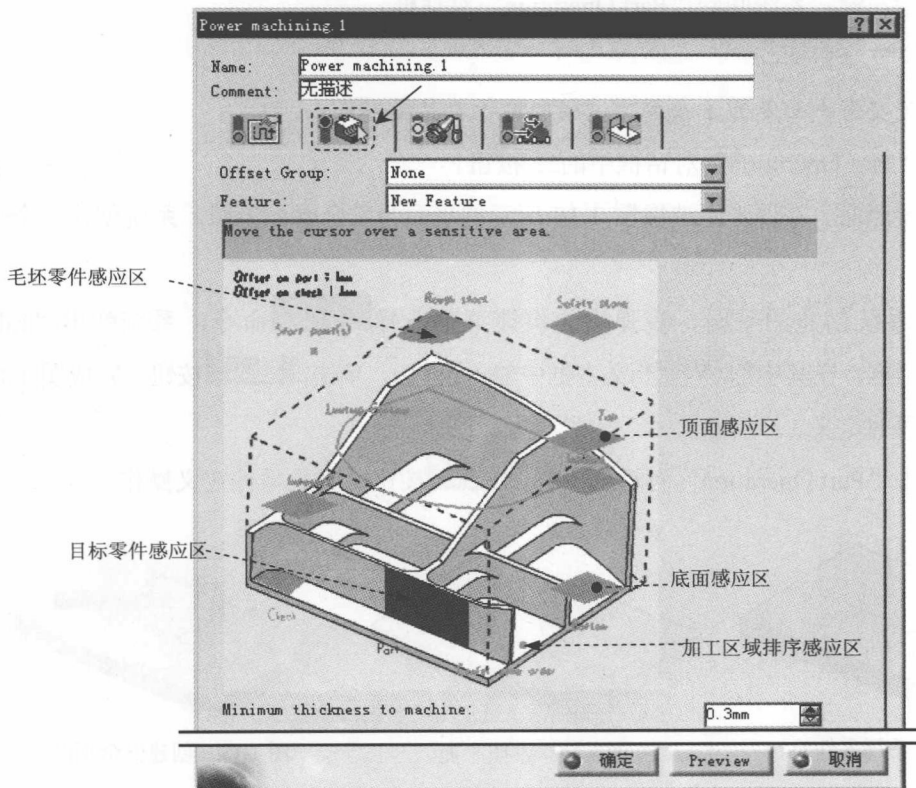
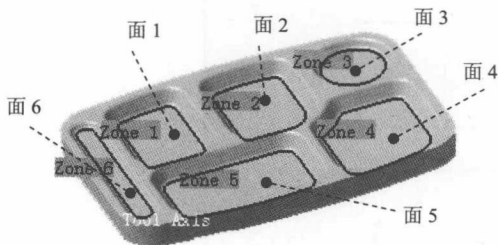

图 1.18 “Power machining.1”对话框
图 1.19 定义加工区域
Step2. 在特征树中选择“Manufacturing Program.1”节点，然后选择下拉菜单 **插入** → **Multi-Pockets Operations** → **Power Machining** 命令，插入一个多型腔铣削加工操作，系统弹出图 1.18 所示的“Power machining.1”对话框。
(1) 进入“几何参数”选项卡，在“Power machining.1”对话框（一）中单击  选项卡。
(2) 将鼠标移动到“Power machining.1”对话框中的目标零件感应区上，该区域的颜色从深红色变为橙黄色，单击该区域，对话框消失，在图形区单击目标加工零件，在图形区空白处双击鼠标左键，系统返回到“Power machining.1”对话框。
(3) 单击“Power machining.1”对话框中的加工区域排序感应区，在图形区中依次选择图 1.19 所示的 6 个面，在图形区空白处双击鼠标左键，系统返回到“Power machining.1”对话框。